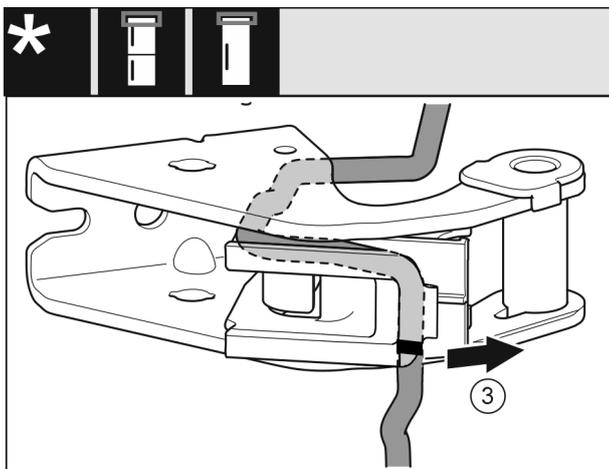

Fig. 19
- ▶ Desmontar el cable con el portacables del soporte del cojinete. Fig. 19 (3)